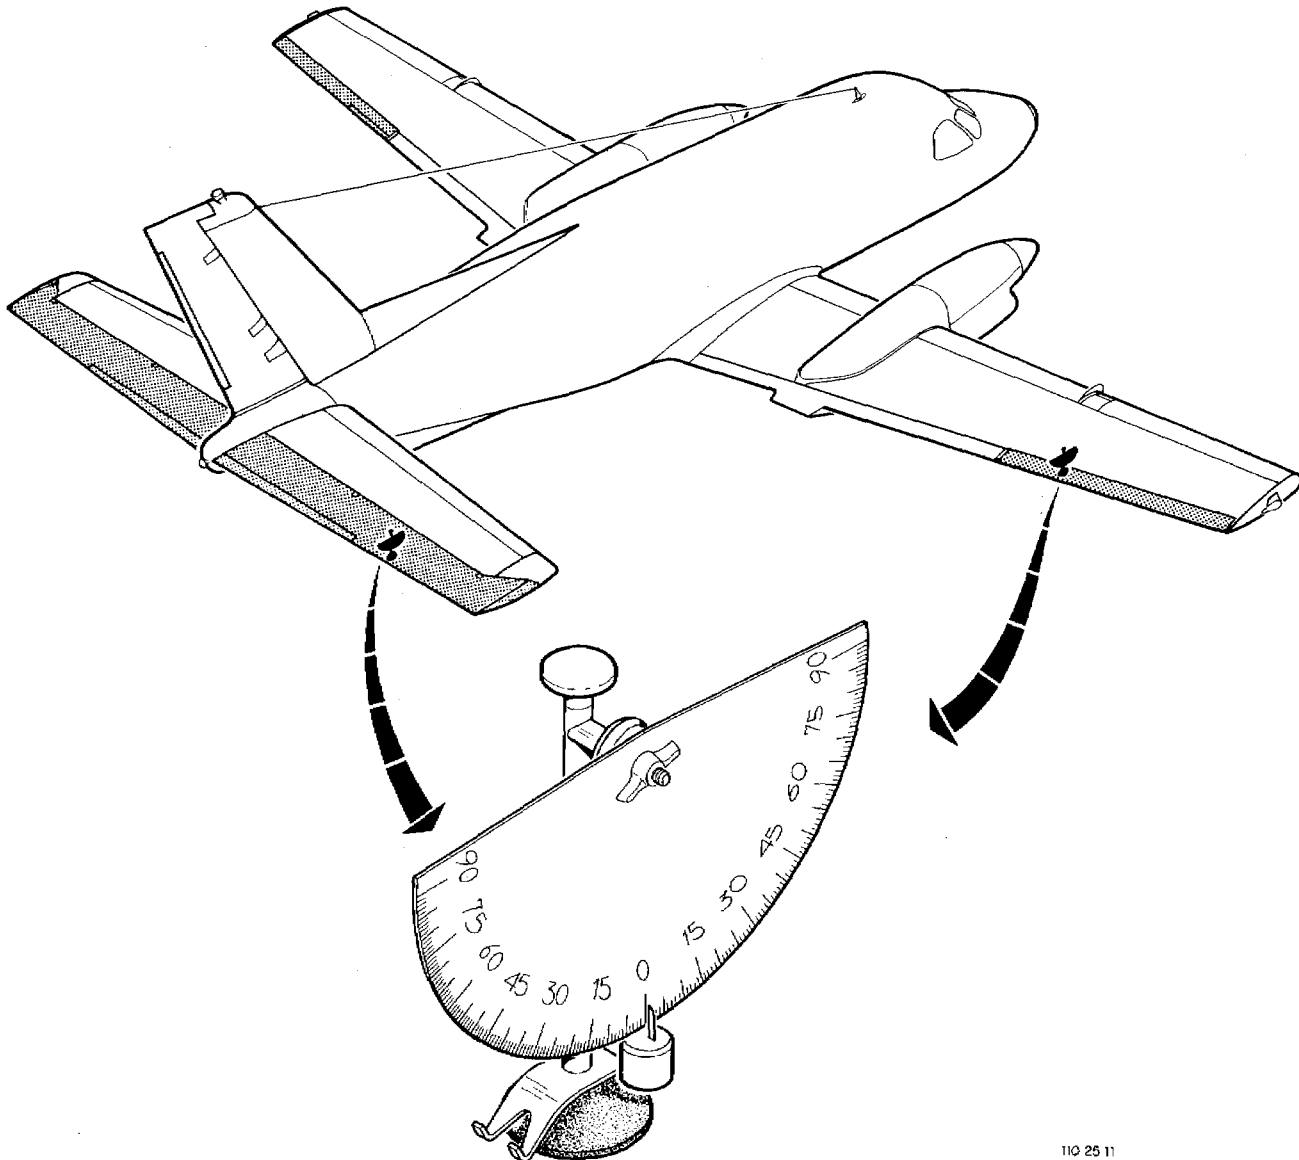

Figura 3-6. Colocação do Transferidor Tipo Pêndulo no Aileron e no Profundor
a. Com os ailerons colocados em suas posições neutras, coloque o transferidor tipo pêndulo, para a verificação da deflexão do aileron direito na posição indicada na figura 3-6 na asa direita.
- a. Com os profundores (esquerdo e direito) colocados em suas posições neutras, coloque o transferidor tipo pêndulo para verificação da deflexão do profundor na posição indicada na figura 3-6.